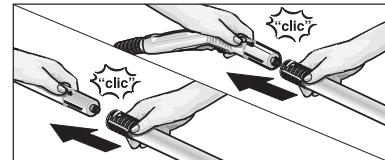

Рис. 3: Присоединение удлинительных трубок
- При необходимости пользуйтесь удлинительной трубкой (G1). В этом случае одну или обе удлинительные трубы (G1) присоединить к паровому пистолету (C1) (см. рис. 3). После этого наденьте нужную вам насадку (D1,E1,F1,H1) на свободный конец удлинительной трубы.